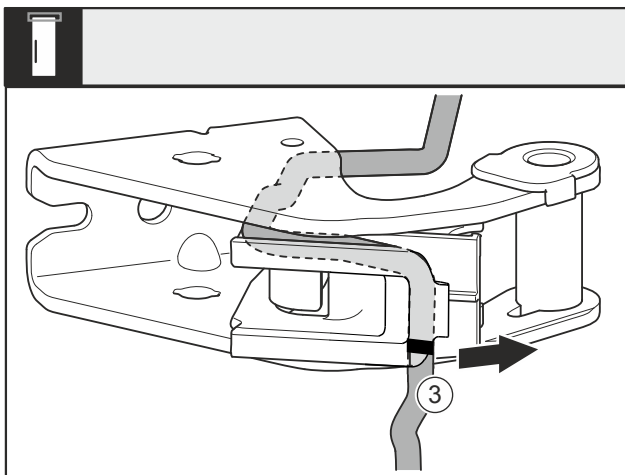

Fig. 26
- Kabel mit der Kabelhalterung Fig. 26 (3) vom Lagerbock demontieren.